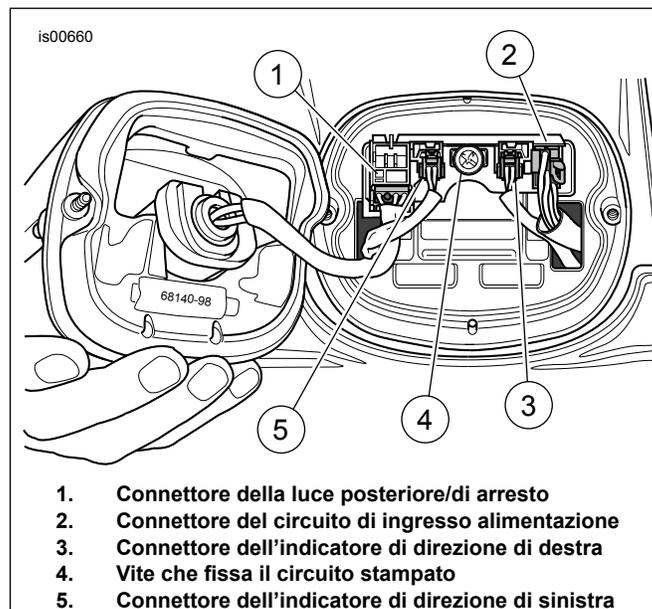

Figura 1. Rimuovere i connettori
5. Vedere la Figura 1. Rimuovere dalla base della luce posteriore le due viti e la lente. Staccare il connettore della luce posteriore (1) e mettere da parte la luce posteriore.
6. Vedere la Figura 1. Staccare i connettori degli indicatori di direzione (3 e 5) ed il connettore del cablaggio (2).
3. Vedere la Figura 1. Collegare i connettori degli indicatori di direzione (3 e 5), il connettore della luce posteriore (1), ed il connettore del cablaggio di alimentazione (2).